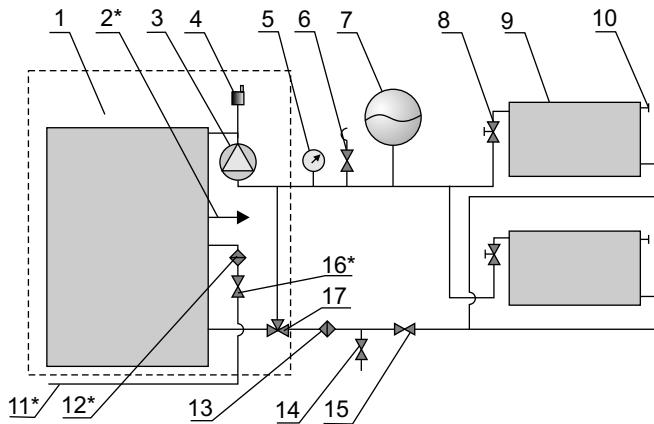

**Рис. 9**
6.10 Водонагрівач працює за принципом "вода-вода", тобто температура води, що йде на господарські потреби, залежить від температури води в апараті. Тому для одержання максимальної кількості гарячої води необхідно підтримувати температуру в апараті 80...90°C, для цього при монтажі апарату (рис.9) встановіть пропускну трубу з вентилем 10, що з'єднує вход і вихід води з апарату на опалення. За допомогою вентилів 10 і 11 регулюється температура води в апараті і температура води у водонагрівачі яка подається на господарські потреби.